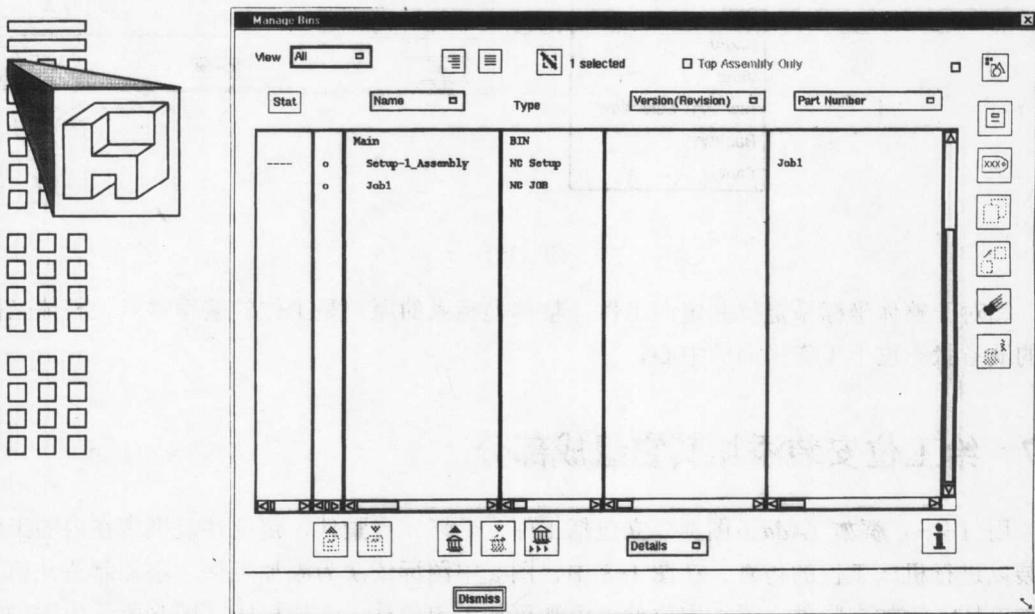

图 1-6
- 在将工作台上的工艺和工位安装放入抽屉（如图 1-6）或创建新的工艺之前，工作台上的工艺和工位安装均保持激活状态。